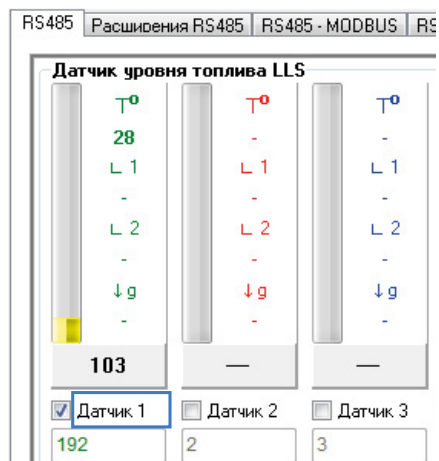

Рис.38. Порядковый номер датчика.
- **LLSx** – параметр типа int, возвращающий угол наклона при подключении датчиков угла наклона к контроллеру «АвтоГРАФ» по протоколу LLS. Показания угла передаются в градусах. x – это индекс датчика, т.е. порядковый номер подключенного датчика в настройках контроллера (**Рис.38**). В рассматриваемом примере порядковый номер датчика 1.
- **TLLSx** – параметр типа int, возвращающий температуру с датчиков, подключенных к контроллеру «АвтоГРАФ» по протоколу LLS. Показания температуры передаются в °С. x – это индекс датчика, т.е. порядковый номер подключенного датчика в настройках контроллера (**Рис.38**). В рассматриваемом примере порядковый номер датчика 1.